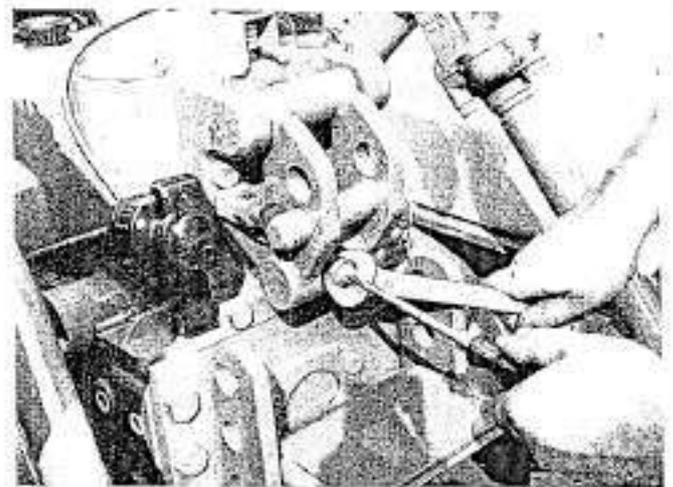

FIG. 90 - Réglage de la course libre du levier d'effort contrôlé pour tracteurs R 503 - R 603
- b) pour les types M 50 M, régler la vis pointe spéciale placée au bout de la tige 26 Fig. 90.